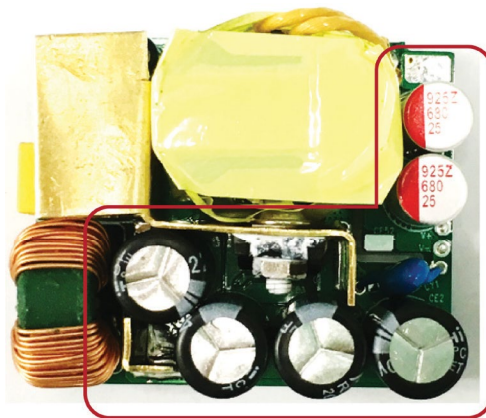

图 3: 具有 ZSP 功能的电源所使用的输出电容。
**iW1700** 解决方案适用于最高 5W 的电源。然而，功率越高，另一个技术难题就越突出：从 ZSP 模式转换到活动模式时，控制环路的整体性能决定了系统所需的电容量（图 3），这反过来又决定了这些组件的尺寸和成本。